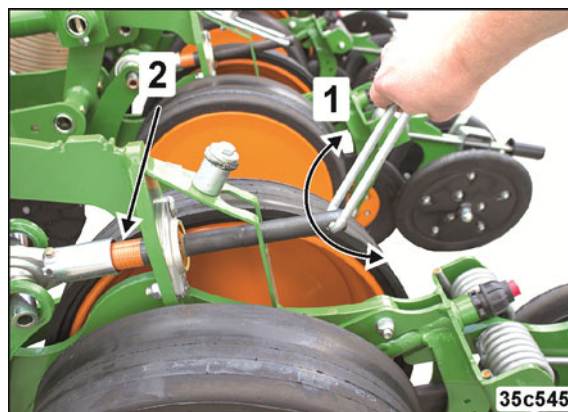

Рис. 175
2. Отрегулируйте необходимую глубину заделки вращая шпindelь (Рис. 175/2) ручкой (Рис. 175/1).